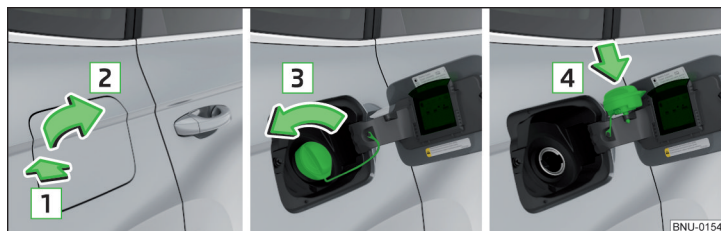

Fig. 293 Abrir la tapa del depósito/ desenroscar el cierre del depósito/ colocar el cierre del depósito en la tapa del depósito
- Presionar la tapa del depósito en el sentido de la flecha **1** y abrirla en el sentido de la flecha **2** » fig. 293.